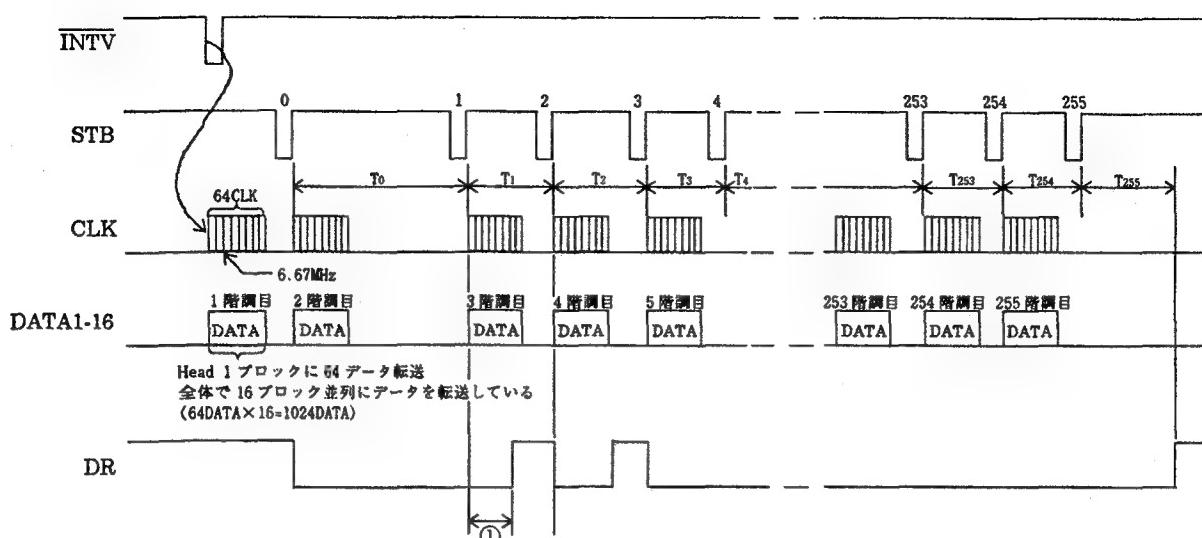

図 4-9. 階調発生
- ラインメモリーに取り込まれたデータは、IC301内部の階調発生回路に、入力されます。階調データ発生回路は、ラインメモリーに取り込まれた8bitのデータを、1~256段階のデータとして、出力する回路で、8bitデータが128であった場合、図4-9.中 DATA1~16 の1~128階調目までは、ヘッドに対して、データ "H" を出力し、129階調目以降は、データ "L" の出力を行います。
(vi) さらに DRパルスも、前項の基本動作説明に記したように、コントロールしてやれば(図4-9.中①部)、より細かな階調表現が可能となります。